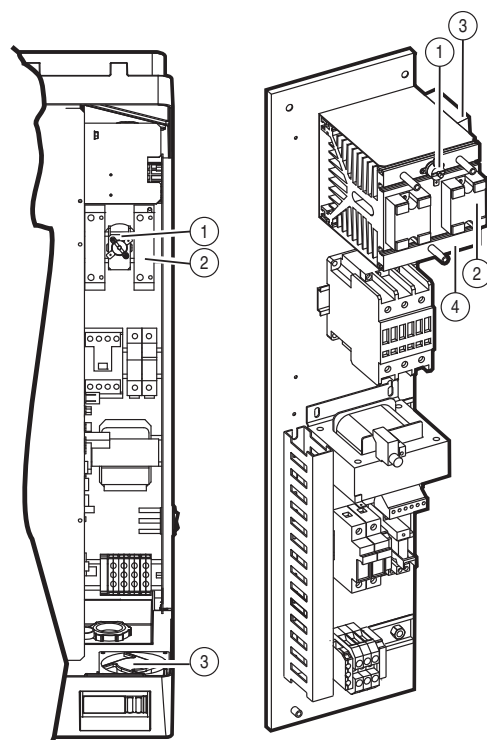

Fig. 17.f
- si la protection thermique placée sur le guide DIN à côté des relais SSR ou placée à l'intérieur du déflecteur est intervenue en appuyant sur la touche de mise à zéro (cf. Fig. 17.f);